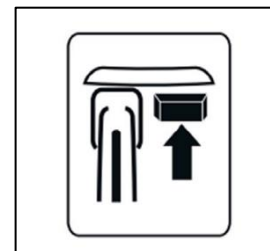

Рис. 18
- Задвиньте рычаг воздушной заслонки (Рис. 18).